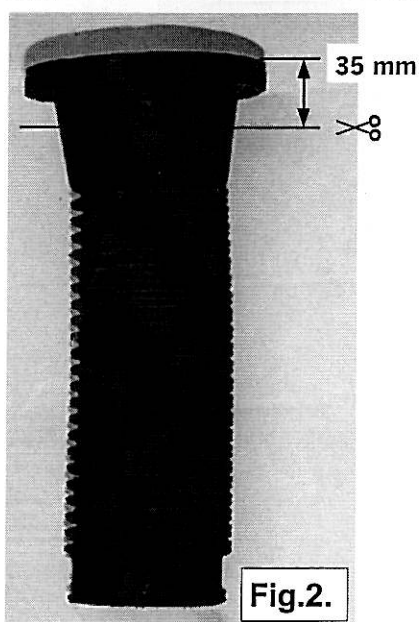

Fig.2.
4. Snij het onderste stuk van de stof hoes af, zie fig 2.
4. Cut off the underside of the dustcover. see fig 2.
4. Schneiden sie das unter ende ab von das Staubschutz rohr. Siehe bild 2.
4. Découpez la partie inférieure du capuchon anti-poussière, cf. fig. 2.
4. Skär av nederdelen på dammskyddet. Se fig. 2.
4. Corte la parte inferior del forro. Véase fig. 2.